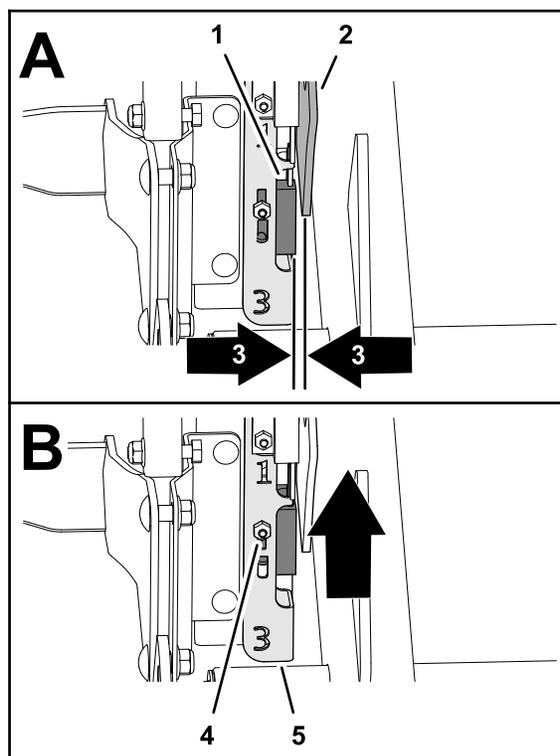

Bild 33
3. Stellen Sie sicher, dass der Abstand der Näherungsschaltereinheit (neben dem H-Rahmen) zur Zielplatte nicht mehr als 1,5 mm beträgt (Bild 33).
heben Sie sie in die höchste Stellung, bevor Sie sie wieder befestigen (Bild 33).
6. Ziehen Sie die Sicherungsmutter an (Bild 33).